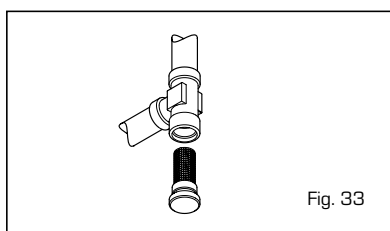

Fig. 33
4.8.1 Limpeza do filtro circuito de aquecimento (fig. 33)
- Entupimento do filtro principal da água causado pelas impurezas (fig. 33): fazer a limpeza.